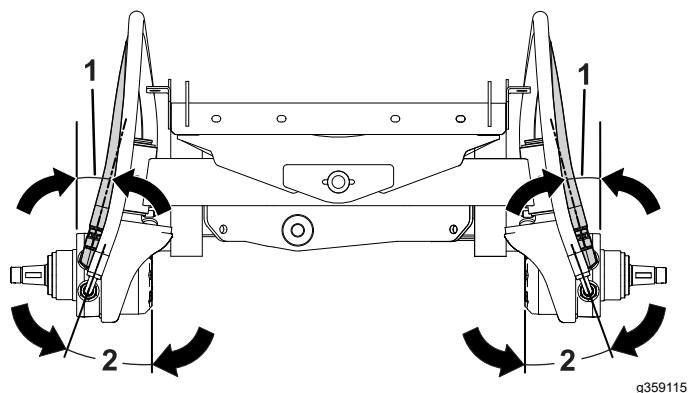

Figur 4
3. Monter den nye rette koblingen og den vinklede koblingen på 90° til hjulmotoren (Figur 4).
6. Monter slangen med rette nipler på den vinklede koblingen på 90° (Figur 4).
7. Monter slangen med vinklet kobling på 90° til den rette nippelen (Figur 4).
16. Fjern én hette om gangen og monter riktig slange på hydraulikklinjen, som vist i Figur 4.
17. Fjern den gjenværende hetten og monter slangen på hydraulikklinjen (Figur 4).